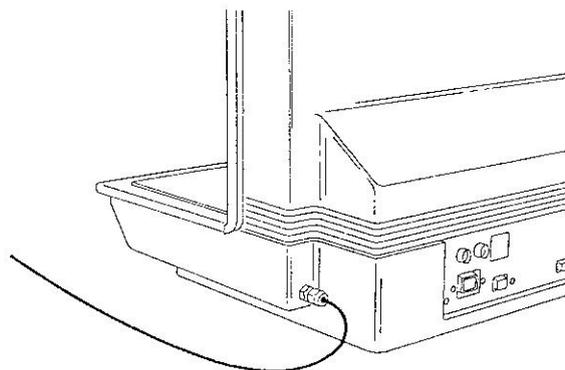

Bild 10
2. Schließen Sie Ihre Druckluftquelle mit einem entsprechend druckfesten Schlauch mit einem Innendurchmesser von ¼ Zoll an den Kühlluftanschluß ("COOLING GAS"; s. Abb. 10) Ihres Moduls an.